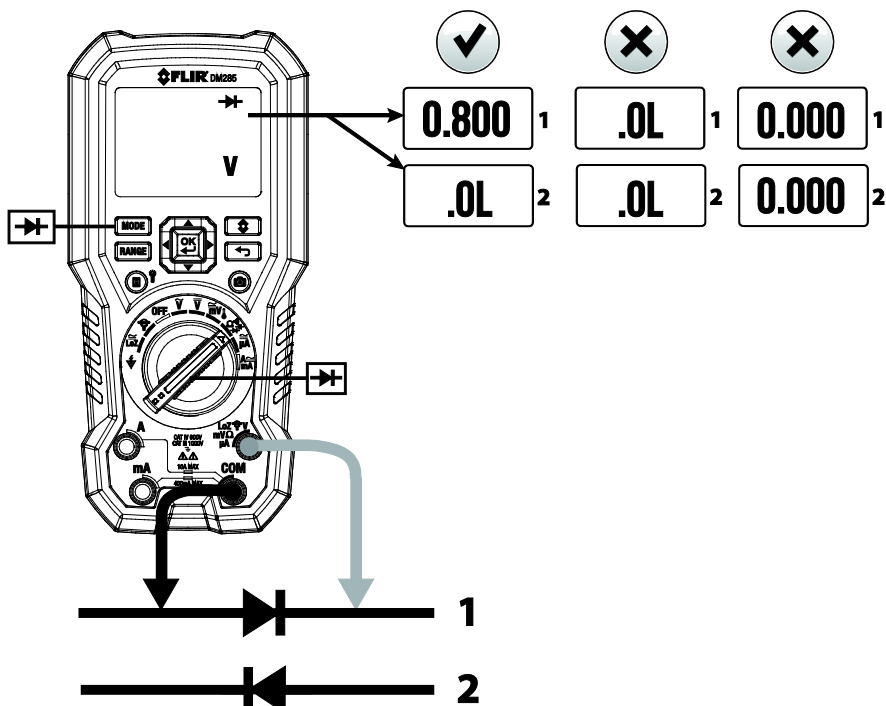

Fig. 9-4 Test de diode classique
4. Avec la pointe de la sonde, touchez la diode ou la jonction semi-conductrice en cours de test dans une polarité (sens), puis dans la polarité opposée, comme illustré sur la fig. 9-4.